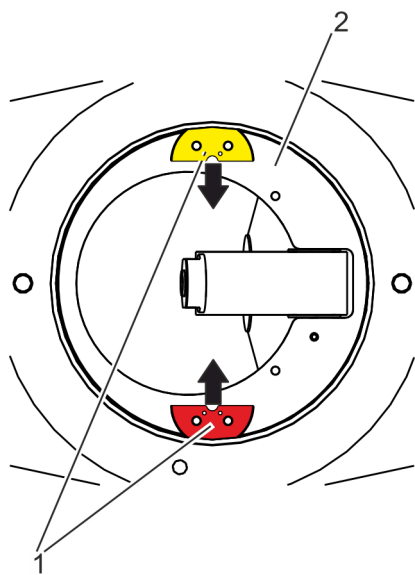

Fig. 17: Retirar los discos de sujeción
3. ➤ Empuje los discos de sujeción (Fig. 17/1) hacia dentro y retírelos del cuerpo de la válvula.
⇒ El anillo de sujeción (Fig. 17/2) ya no está encajado en el cuerpo de la válvula.